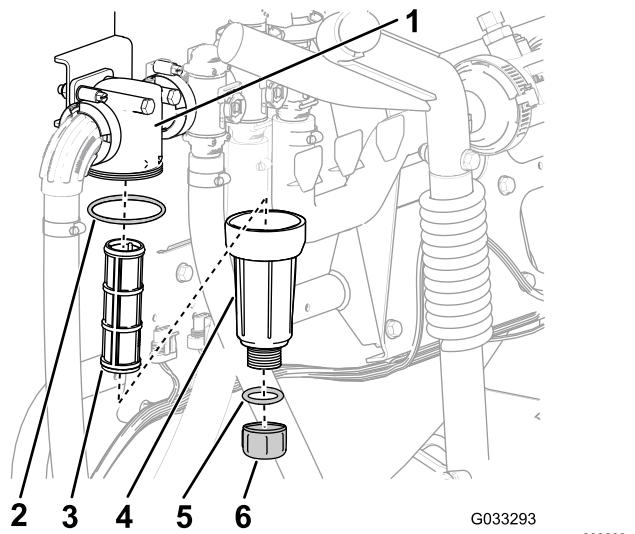

Figure 15
2. Placez un bac de vidange sous le filtre sous pression (Figure 15).
3. Tournez le bouchon de vidange dans le sens antihoraire et déposez-le de la cuvette du filtre sous pression (Figure 15).
4. Tournez la cuvette dans le sens antihoraire et déposez la tête du filtre (Figure 15).
5. Retirez l'élément du filtre sous pression (Figure 15).
7. Contrôlez l'état et l'usure du joint du bouchon de vidange (à l'intérieur de la cuvette) et du joint de la cuvette (à l'intérieur de la tête du filtre) (Figure 15).
8. Montez l'élément filtrant dans la tête du filtre sous pression (Figure 15).
9. Vissez la cuvette sur la tête du filtre et serrez-la à la main (Figure 15).
10. Vissez le bouchon de vidange sur le raccord au fond de la cuvette et serrez-le à la main (Figure 15).